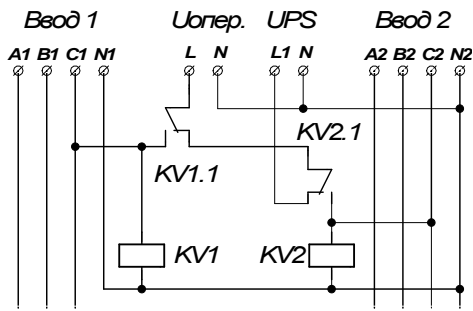

Рис.10 Схема получения оперативного питания с использованием 2-х реле напряжения и UPS
- 6.2.3. Схема получения оперативного питания с использованием 2-х реле напряжения и источника бесперебойного питания. UPS питается от одной из фаз любого ввода. Выход UPS подключается к схеме, показанной на рис. 10.